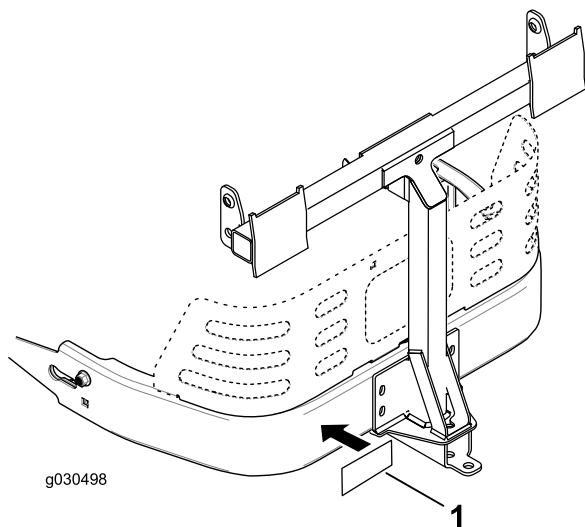

Figura 17
3. Enganche la pegatina de la barra de tracción 1.3 cm (1/2") hacia la izquierda del montaje de accesorios (Figura 17).